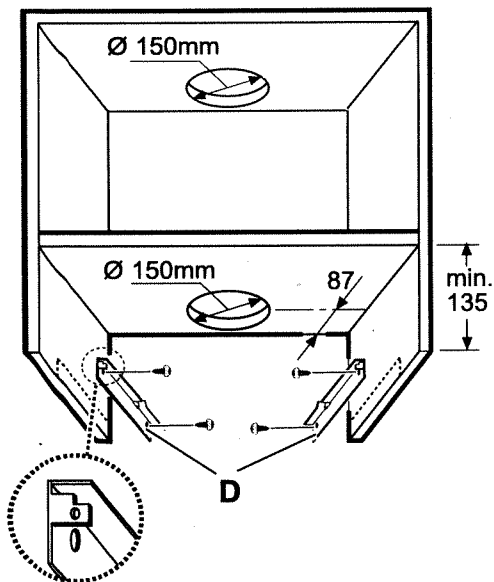

Fig. 1 - Abb. 1 - Afb. 1
- Zwei Bügel **D** (Abb. 1) an der Seitenwand des Hängeschrankes (einer pro Seite) mit 2 Schrauben pro Bügel befestigen (den Bügel nach der unteren Kante ausrichten).
1. Fix the 2 brackets **D** (Fig. 1) to the side panel of the wall cabinet (one per side) with 2 screws for each bracket (align the bracket to lower border).